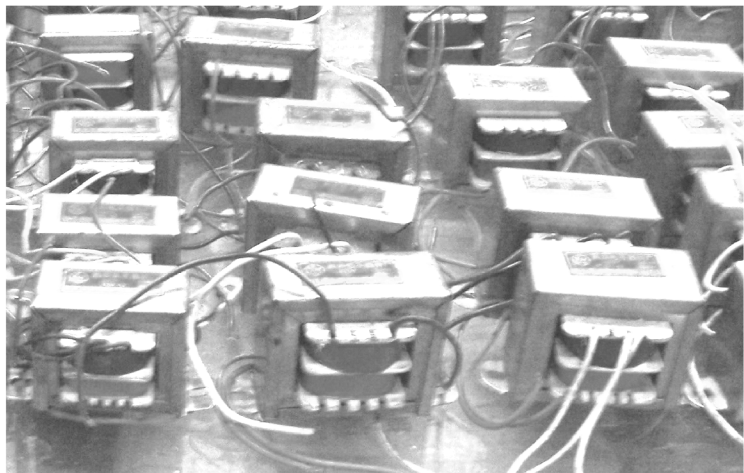

图 2-13 各种电子变压器
② 安全照明用电源变压器，其二次绕组电压为常用安全电压为 36V、24V、12V 3 种。为防止误操作触电，安全照明用电源变压器常用于理发店、煤矿井下及建筑用电场合。
③ 电子仪器设备用电源变压器，如将交流电变为直流电的稳压电源。用户可根据直流电源的需要，到电器市场购买或专门设计制作。
④ 无线电收音机、电视机用的变压器，如输入/输出变压器、中周变压器等。电子变压器的外形如图 2-13 所示。